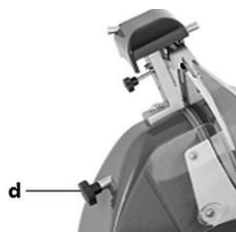

Fig. 12
2. För att ta bort knivskyddet (3) för rengöring, lossa skruven (d) på baksidan av apparaten (fig. 12) och tryck den mot knivskyddet (3).
3. Ta bort knivskyddet (3) från apparaten.